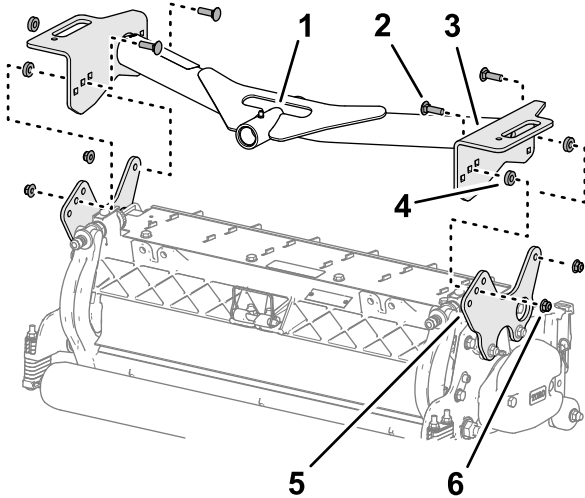

Figura 19
1. Allineate i fori nelle piastre del telaio portante anteriore con i fori nelle piastre di montaggio dell'apparato di taglio (**Figura 19**).
2. Allineate un distanziale tra la piastra portante e la piastra di montaggio (**Figura 19**) e assemblate senza serrare le piastre e il distanziale con un bullone a testa tonda ($\frac{3}{8}$ " x $1\frac{1}{4}$ ") e un dado di bloccaggio flangiato ($\frac{3}{8}$ ").